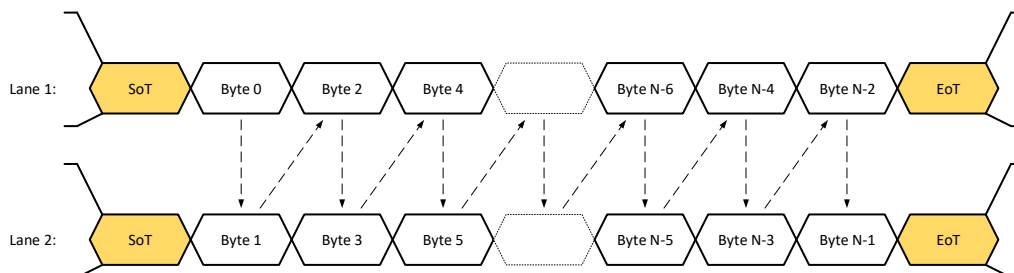
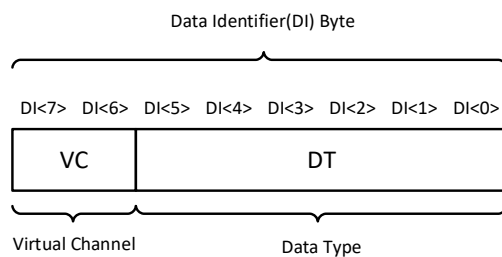

图 1-9 MIPI 1/2lane 模式数据包传输示意图
图 1-10 MIPI 数据包 DI 结构
图 1-8 展示了 MIPI 长、短数据包结构示意图。其中数据标识 DI(Data Identifier)用来区分不同的数据包类型。图 1-9 展示了 MIPI 工作在 1lane 和 2lane 模式下的数据包传输示意图。图 1-10 中，DI 包括两部分，分别是虚拟通道 (VC) 和数据类型 (DT)。默认情况下，Sensor 给出的 MIPI 数据 VC 值都是 0，而 DT 值如图 1-10 所示。